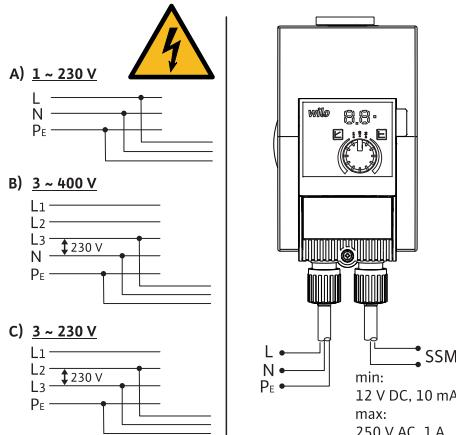

Fig. 3: Posibilități de racordare
- Conectați la rețele de joasă tensiune de 230 V. În cazul conectării la rețele IT (tipul de rețea Isolé Terre), asigurați-vă că tensiunea dintre conductoarele sub tensiune (L1–L2, L2–L3, L3–L1 → Fig. 3) nu depășește 230 V.